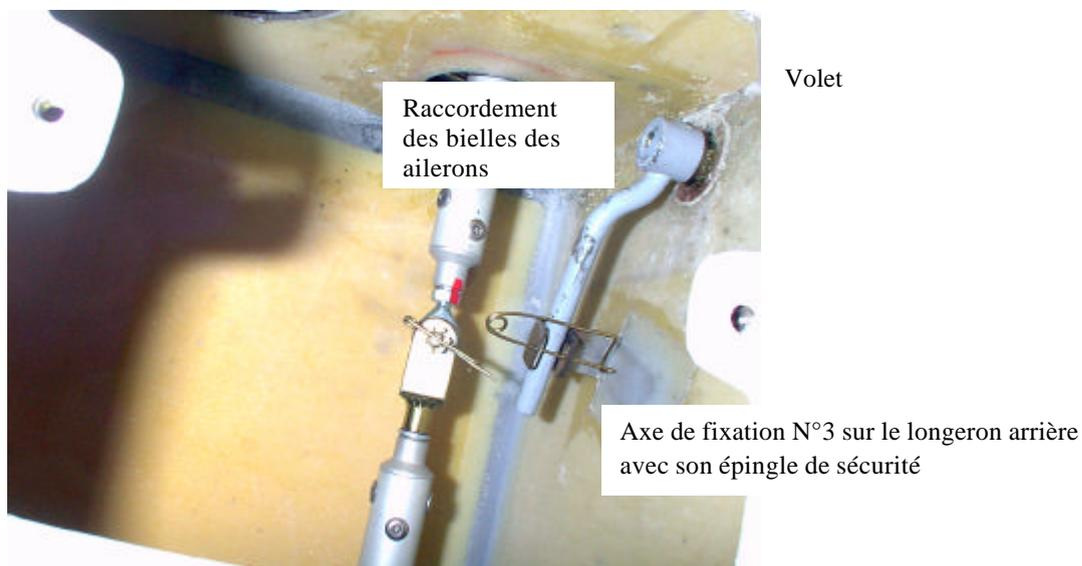

Fig. 4. Axes de fixation des ailes et raccord sur les commandes d'ailerons
4. Insérer l'axe auxiliaire à travers la ferrure sur la poutre arrière du panneau central et sécuriser tous les axes dans les fourches spéciales avec des goupilles (Fig.4).
6. Brancher le raccord des bielles d'ailerons et sécuriser la connexion ( Fig.4)